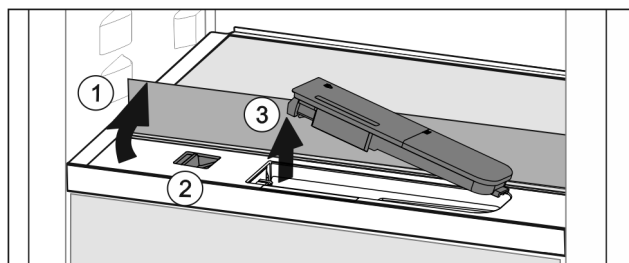

Fig. 56
- ▶ Løft glaspladen og klap den bagud til anslag Fig. 56 (1).
- ▶ Skyd skyderen Fig. 56 (2) mod venstre.
- ▶ Tag vandbeholderen Fig. 56 (3) ud.